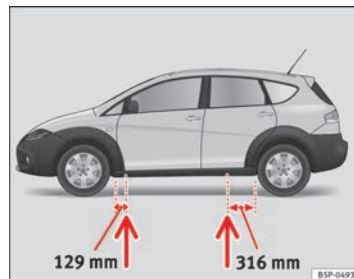

Fig. 172 Puntos de apoyo del gato
- Busque en el larguero inferior del vehículo el punto de apoyo mas cercano a la rueda pinchada ⇒ página 258, fig. 172.
En el larguero inferior van marcados los lugares en los que se puede apoyar el gato ⇒ página 258, fig. 172. Se ha previsto un lugar para cada rueda. El gato no debe colocarse en otros lugares.